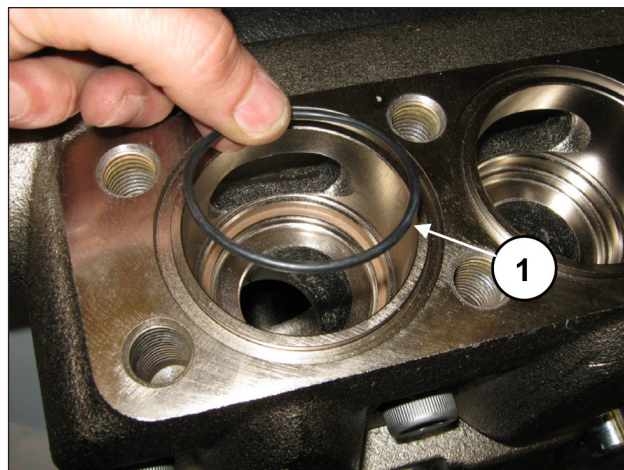

Fig. 161
Inserire l'O-ring, pos. esploso n. 25 (pos. ①, Fig. 161).